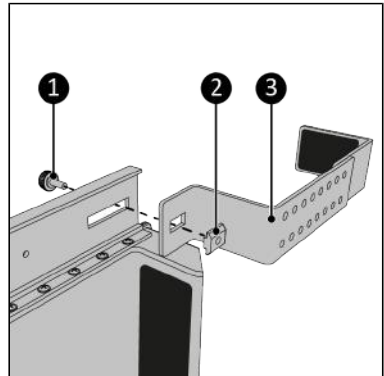

Abbildung 149.
6. Schrauben Sie die Halterung (Abbildung 149, Pos. 3) mit der Knopfschraube (Abbildung 149, Pos. 1) an der Hauptschiene in der vorderen Position fest. Stellen Sie sicher, dass Sie die Knopfschraube mit der Gleitmutter verbinden (Abbildung 149, Pos. 2).